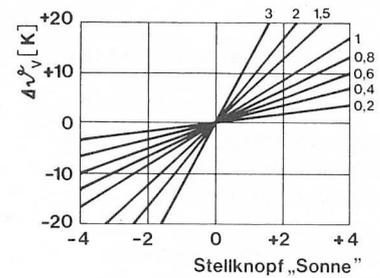

Bild 13 Zentralgerät E2MM, Frontansicht mit Diagrammen
**4.1.3 Temperatureinstellung am Stellknopf „Sonne“ (Bild 13)**
**4.1.4 Temperatureinstellung am Stellknopf „Mond“ (Bild 13)**
**4.1.5 Programmschalter (Bild 13)**
Drehen des Minutenzeigers bis Markierungsdreieck (Bild 13) auf die tatsächliche Uhrzeit und den Wochentag am Schaltring zeigt.